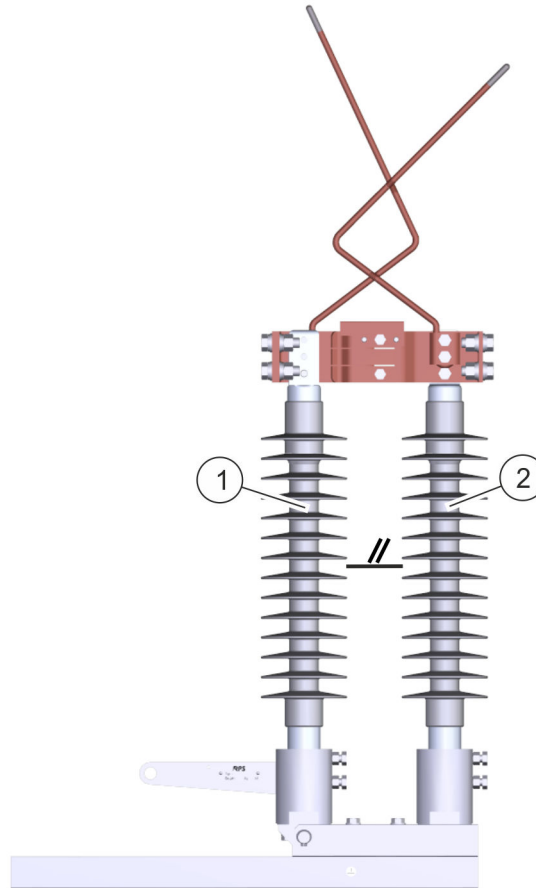

Abb. 6: Frontansicht
Der Schalter ist korrekt justiert, wenn der feststehende Schalterbereich (Abb. 6/2) und der bewegliche Schalterbereich (Abb. 6/1) parallel zueinander sind. Die Parallelität muss visuell geprüft werden. Bei Fehlfunktion messen und nachjustieren (Abb. 6).
- ➔ Parallelität zwischen dem feststehenden Schalterbereich (Abb. 6/2) und dem beweglichen Schalterbereich (Abb. 6/1) visuell prüfen.